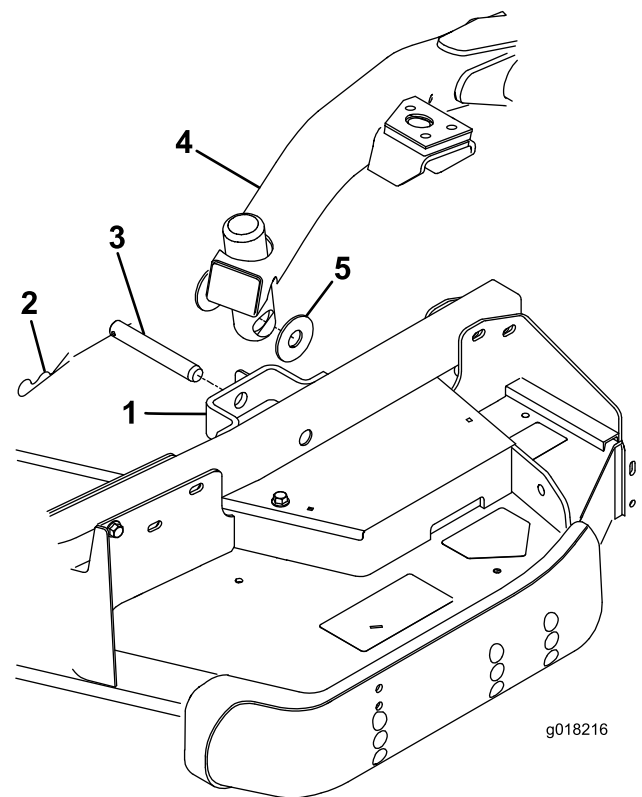

図 4
1. カッティングユニットについている各キャスタアーム・ブラケットから、スラストワッシャ2枚、クレビスピン1本、ヘアピンコッター1本を取る（図 4）。
3. 昇降スイッチを前位置（フロート位置）にセットする。昇降レバーを押し下げて、昇降アームの穴とキャスタアーム・ブラケットの穴とを整列させる（図 4）。
4. スラストワッシャ（2枚）、クレビスピン、ヘアピンコッターを使って、昇降アームをキャスタアームに固定する。スラスト・ワッシャは昇降アームとキャスタ・アーム・ブラケットの間に入れる（図 4）コッター・ピンを、キャスタ・アーム・タブのスロットに差し込んで固定する。